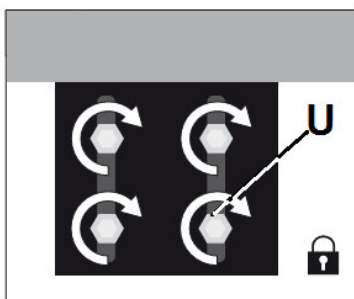

Рис. 24
Хорошо затяните зажимные винты (U) и гайки. Рис. 24